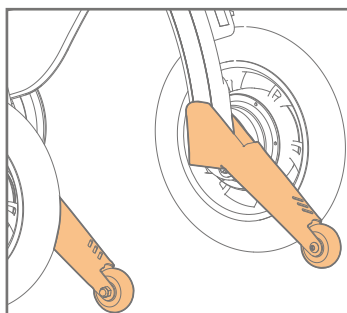
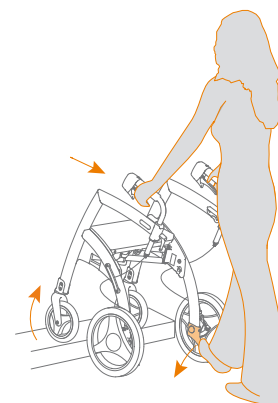

Figure 63: Utilisation des aides anti-basculement.
Figure 64: Monter sur le trottoir ou passer un seuil.
- Poussez les aides anti-basculement gauche ou droite (**Figure 63**) vers le bas avec votre pied gauche ou droit, tout en inclinant le Rollz Motion Electric vers vous avec vos mains. Ainsi, les roues avant se soulèvent du sol. Poussez maintenant le Rollz Motion Electric vers l'avant jusqu'à ce que les roues avant soient clairement sur le trottoir ou au-dessus du seuil (**Figure 64**).